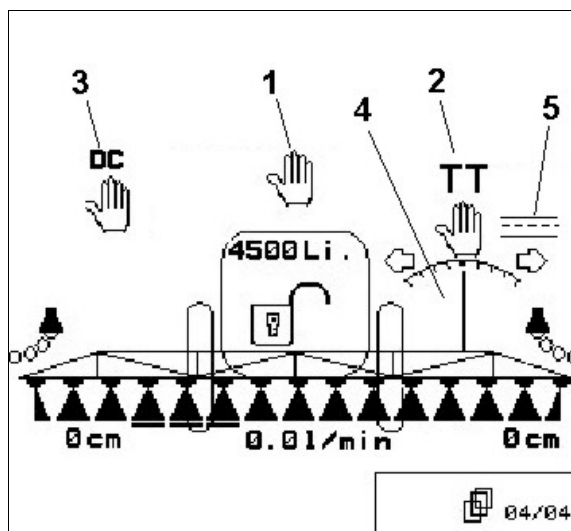
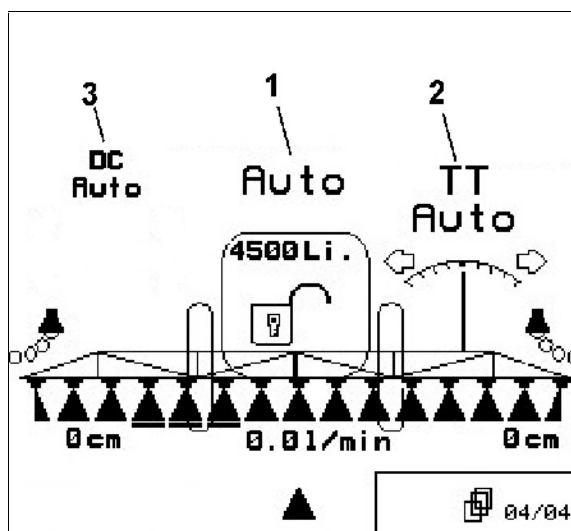

Fig. 69
Fig. 70
Manuell (Fig. 69/1), automatisk reglering (Fig. 70/1)
Manuell (Fig. 69/2), automatisk reglering (Fig. 70/2),
Transportkörning (Fig. 69/5)
Manuell (Fig. 69/3), automatisk reglering (Fig. 70/3)
Vid automatisk reglering visas symbolen "Auto" (Fig. 69/1) i displayen. Redskapsdatorn sköter då regleringen av vätskemängd i förhållande till körhastighet.
Vid manuell reglering visas symbolen  (Fig. 70/1) och dessutom angivelsen [l/min] (Fig. 70/2) i displayen.
Vid automatisk reglering visas symbolen "Auto" (Fig. 69/2) i displayen. Redskapsdatorn styr nu spårföljningen för maskinen.
Om körhastigheten överstiger 15 km/h (transportkörning), kommer Trail Tron att automatiskt reglera styraxeln till mittenläge samtidigt som symbolen (Fig. 69/5) visas.
(Fig. 70/2). Tryck på knappen  resp.  tills hjulen på den bogserade sprutan går exakt i spåren efter traktorhjulerna.
□ Den bogserade sprutan kommer åter att rikta in sig efter traktorn. I displayen visar symbolen "Styrbar axel" (Fig. 69/4) styraxelns läge.
Vid automatisk reglering visas symbolen "Auto" (Fig. 69/3) i displayen. Redskapsdatorn sköter då regleringen av munstycksavståndet till beståndet (ramphöjd).
Vid manuell reglering visas symbolen  (Fig. 70/3). Distance Control är avstängd. Reglering av munstyckens avstånd till underlaget sker manuellt via lutningsinställningen och höjdinställningen.